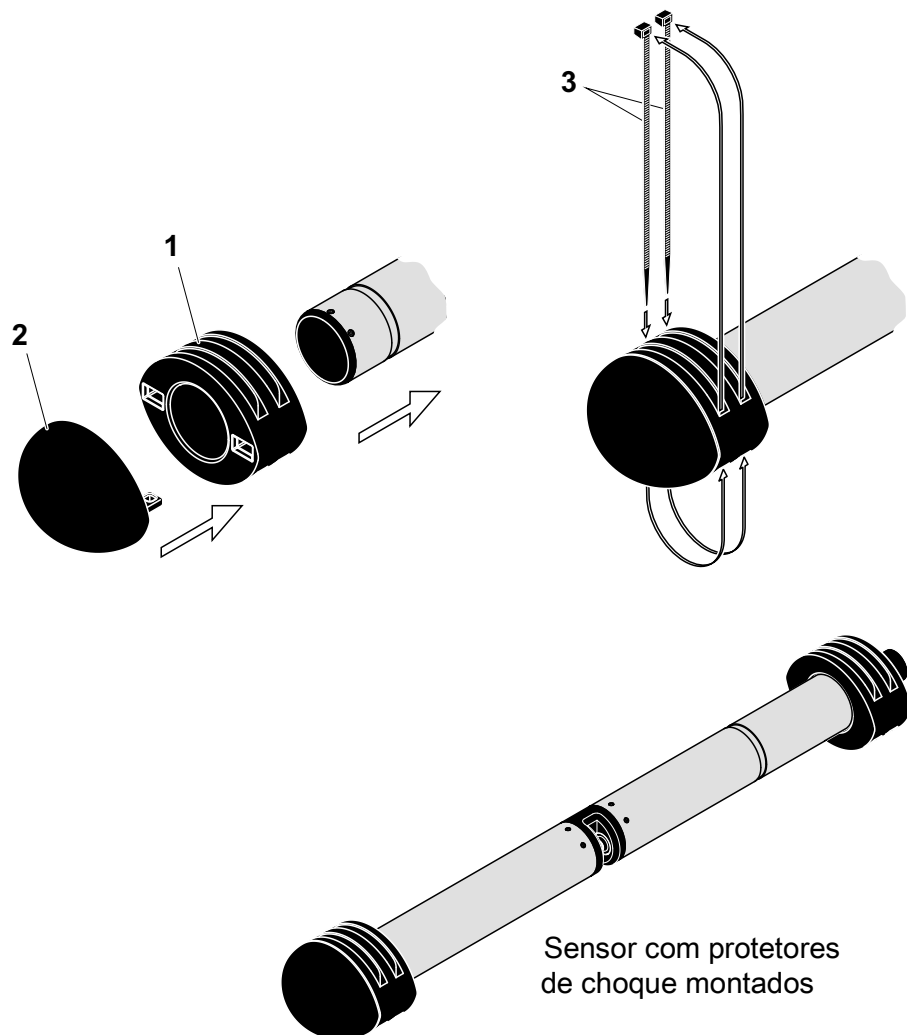

figura 3-4 Montagem dos protetores de choque
1. Ligue a tampa (pos. 2 em figura 3-4) a um dos dois anéis (pos. 1).
2. Coloque a unidade montada na extremidade do sensor e fixe-a com 2 abraçadeiras (pos. 3) como exibido na figura 3-4.